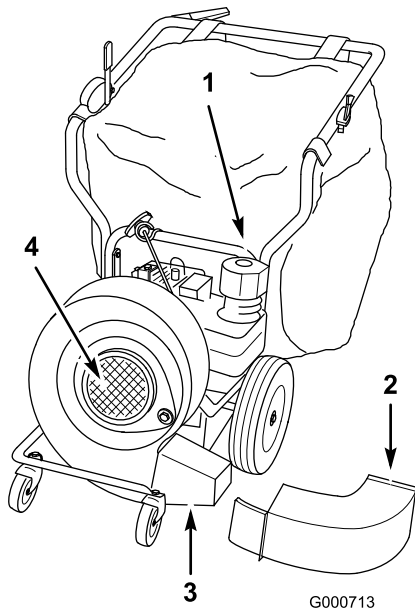

Figura 21
- Togliete il collo del sacco di raccolta dalla guida di scarico del soffiatore (Figura 21). (All'occorrenza potete rimuovere il sacco al completo.)
- Togliete il bullone di fissaggio e la rondella elastica che fissano la guida di scarico del soffiatore, e togliete quest'ultima (Figura 21).
- Montate il tubo soffiatore ed ancoratelo con i dispositivi di fissaggio rimossi alla voce 4 (Figura 21).
- Alzate leggermente la scatola del soffiatore e giratela in senso orario di 120° (guardando il soffiatore) (Figura 21).
- Montate la griglia della presa d'aria del soffiatore ed ancoratela con una rondella ed un dado di bloccaggio tolti alla voce 2 (Figura 21).